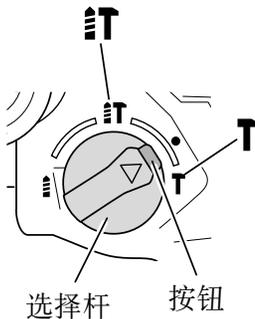

图 23
(1) 安装尖钻或冷镦。
(2) 按下按钮，并将选择杆调整至 **T** 记号和 **T** 记号的中间 (图 23)。